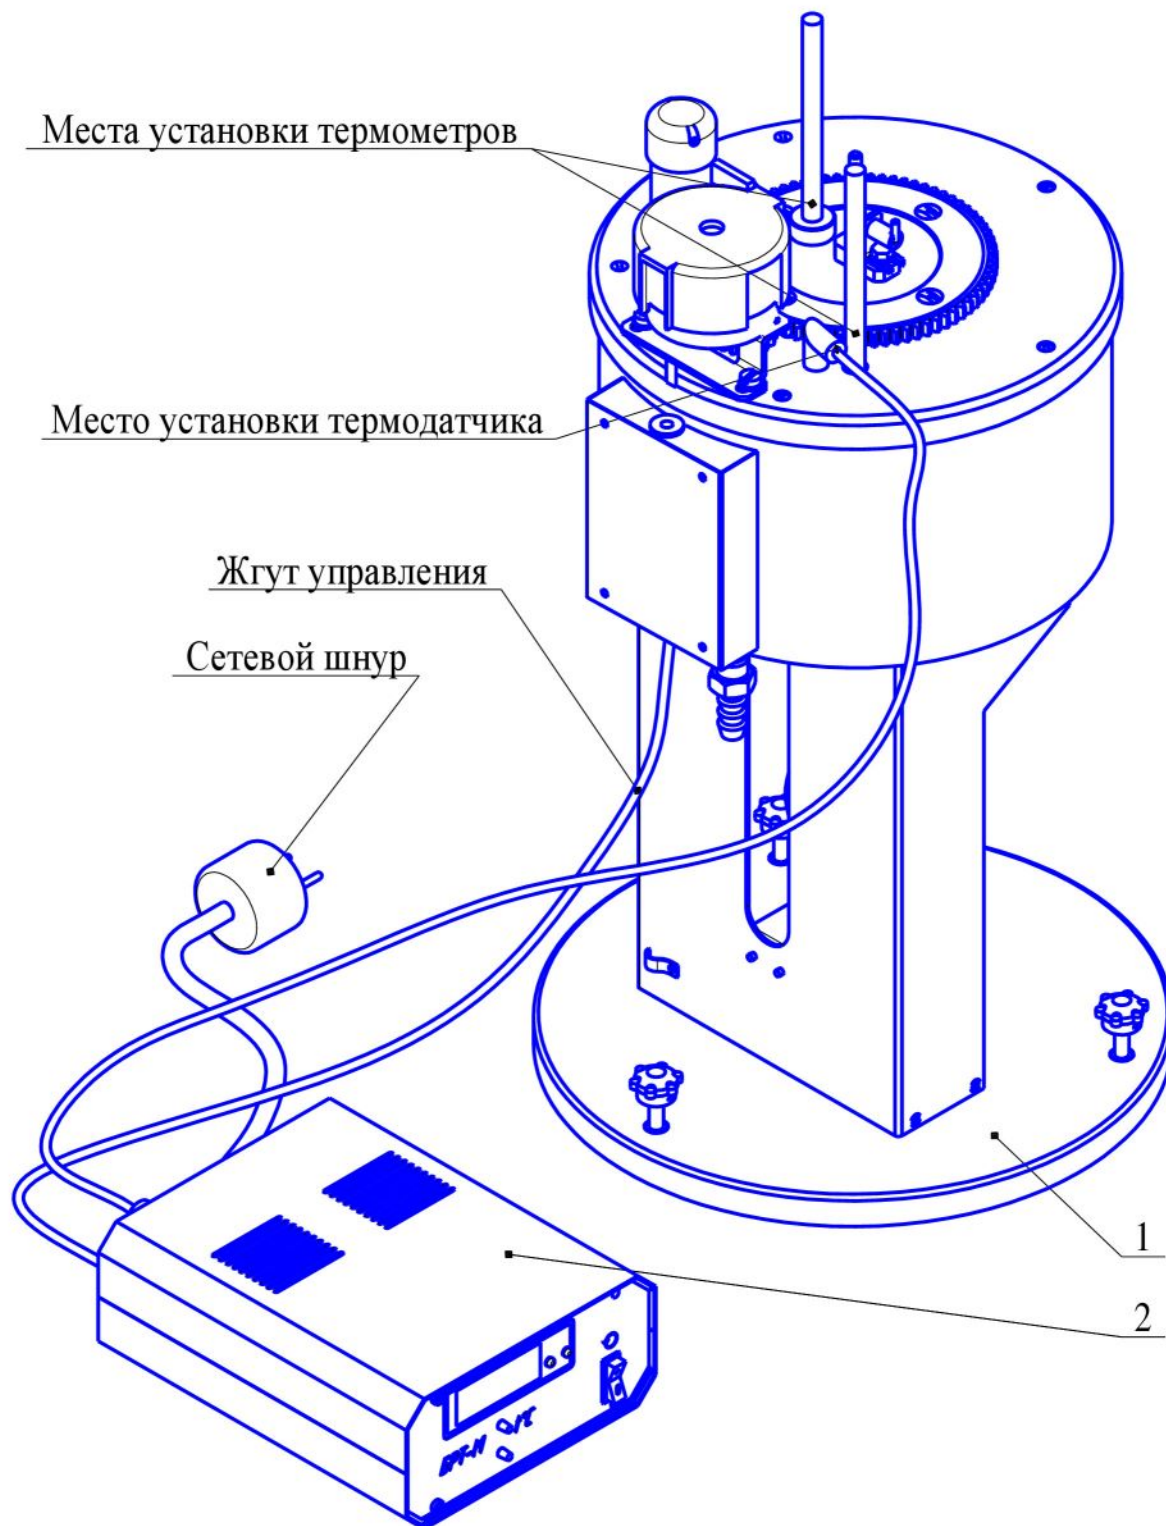
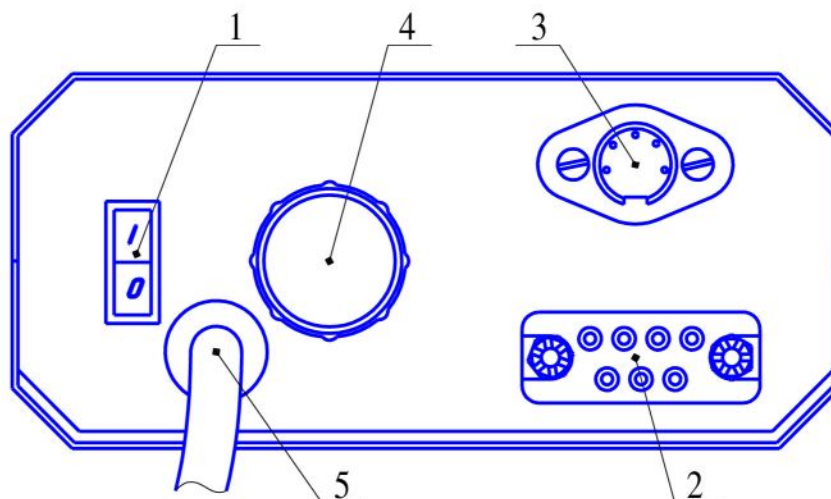

Рисунок 1 - Вискозиметр ВУ-М (общий вид)
Рисунок 4- Блок регулирования температуры (вид сзади)
3.2 Вискозиметр ВУ-М (рисунок 1) состоит из отдельных блоков, функционально соединенных в одну систему:
8.1 Установить блоки вискозиметра как показано на рис.1.
8.2 Подсоединить вилку жгута управления в разъем 2 БРТ-М (рисунок 4).
8.3 Подсоединить вилку термодатчика в разъем 3 (рисунок 4) БРТ-М, термодатчик установить в соответствующее место установки (рисунок 1).
8.7 Подсоединить сетевой шнур БРТ-М (рисунок 1) к электрической сети.
9.2 Включите клавишу 1 на задней панели БРТ-М (рисунок 4)